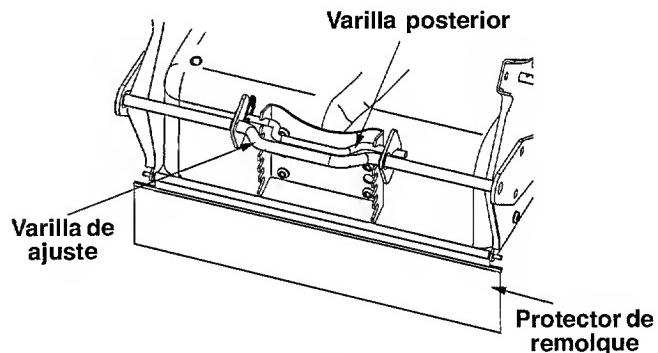

Figura 16
- Mueva las varillas hacia arriba o hacia abajo a cualquiera de las seis posiciones de altura e reinserse. Vea la Figura 16.